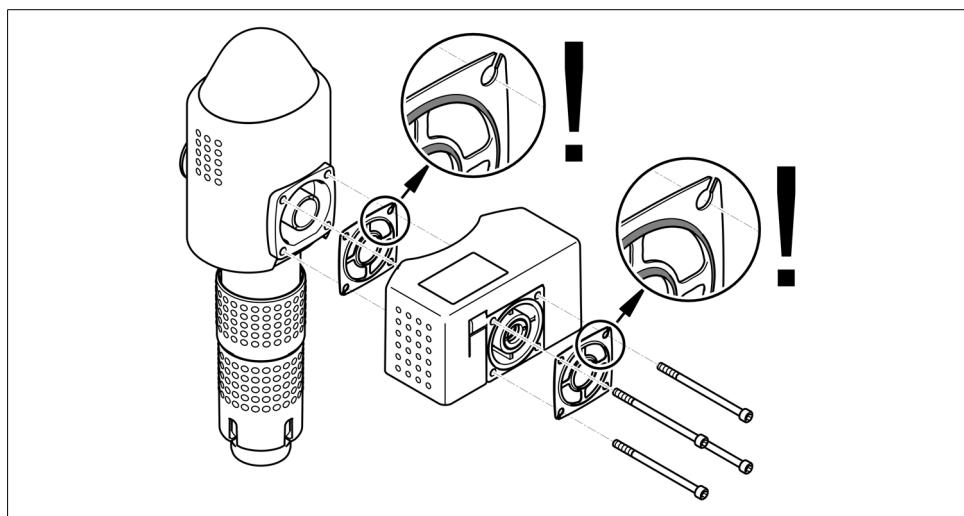

Abb. 3: Profilflanschdichtungen mit Profil zum Anschlussflansch hin
- Das Profil der Profilflanschdichtungen muss nach hinten, zum Anschlussflansch hin, zeigen (siehe Abb. 3).